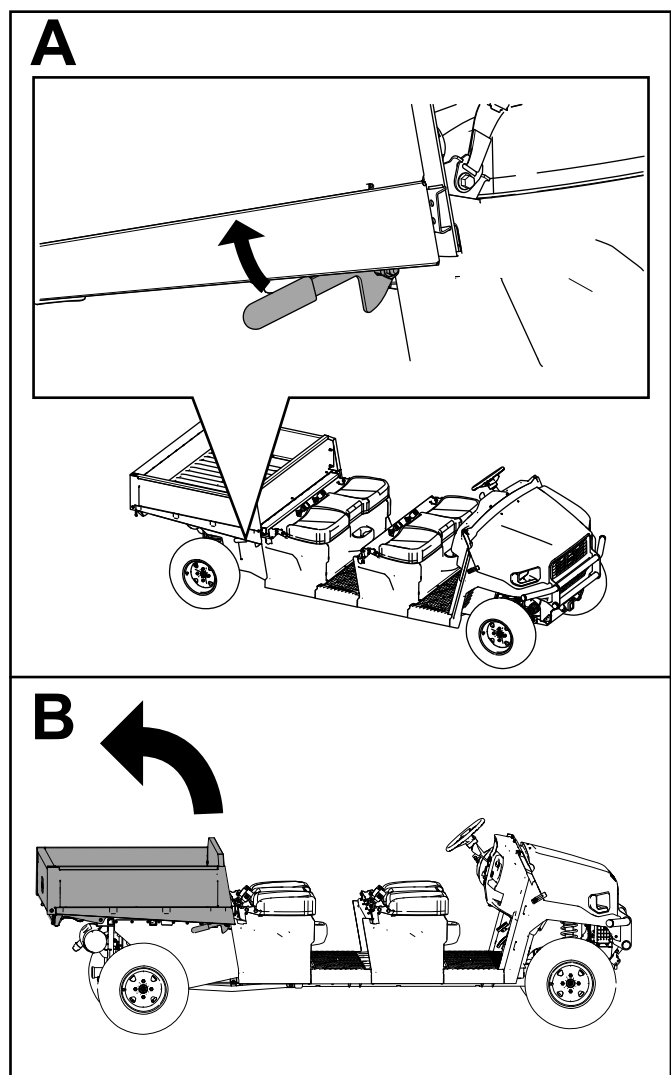

Figure 36
1. Levez le plateau de chargement (Figure 36).